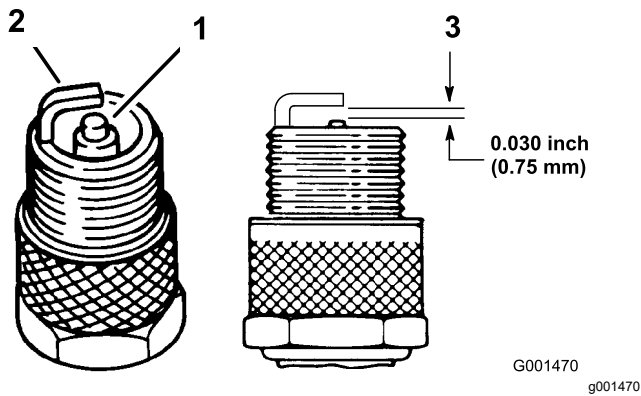

Bild 41
- Prüfen Sie den Zustand der Seitenelektrode, der zentralen Elektrode und der Isolierung um die zentrale Elektrode, um sicherzustellen, dass nirgendwo Defekte aufgetreten sind (**Bild 41**).
5. Stellen Sie den Abstand zwischen der mittleren und seitlichen Elektrode auf 0,762 mm ein, wie in Bild 41 abgebildet.